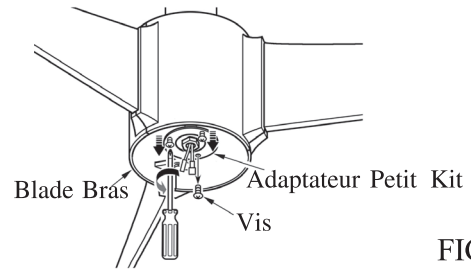

FIG.17
1. Retirer 1 des 3 vis sur l'adaptateur du kit d'éclairage, et desserrer juste les 2 autres vis.(Voir fig.17)